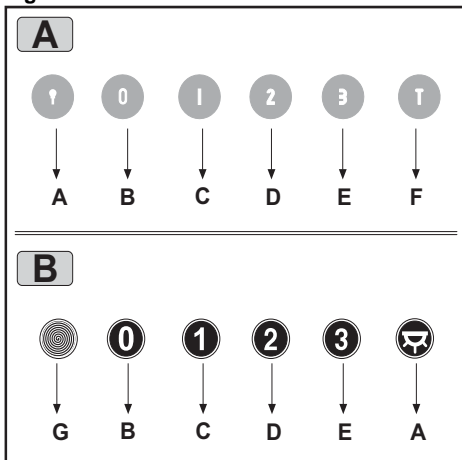

Fig.9
- **COMANDI:** (Fig.9 A) LUMINOSI la simbologia è di seguito riportata:
- **COMANDI:**(Fig.9 B) MECCANICI la simbologia è di seguito riportata: